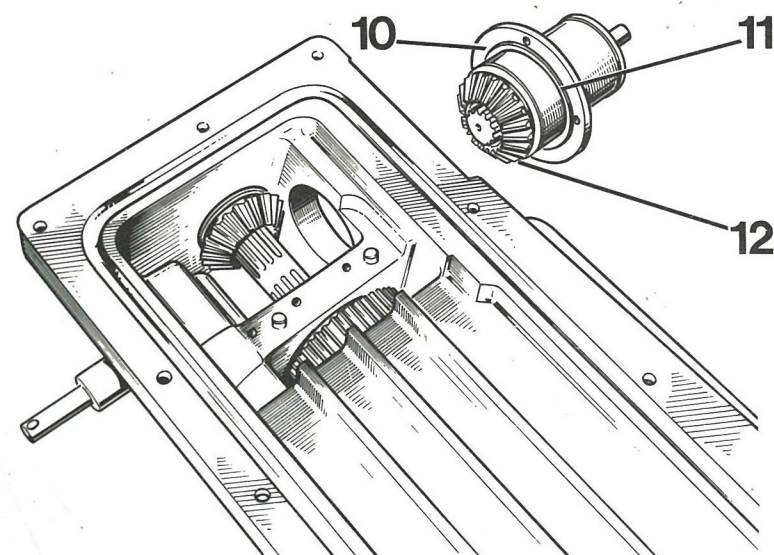

FIG. 3
- extraire le boîtier (10) de l'arbre primaire (comme le montre la figure 3) en conservant soigneusement les cales de réglage (11);
- enlever le pignon conique 21 dents (12) à l'aide de deux leviers;
- déposer le circlips (13) maintenant le roulement interne;
- à l'aide d'un jet, chasser l'arbre primaire (14) côté pignon 21 dents (suivant flèche) pour dégager le roulement et l'entretoise (19);
- extraire le roulement extérieur (15) avec le joint à lèvres (16);
- pour le remontage, procéder dans l'ordre inverse indiqué ci-dessus. Cependant, avant la mise en place de la poulie de commande, enduire de "Plastex" la rainure de clavette (9) et la portée (17) de la poulie sur le roulement externe (15).